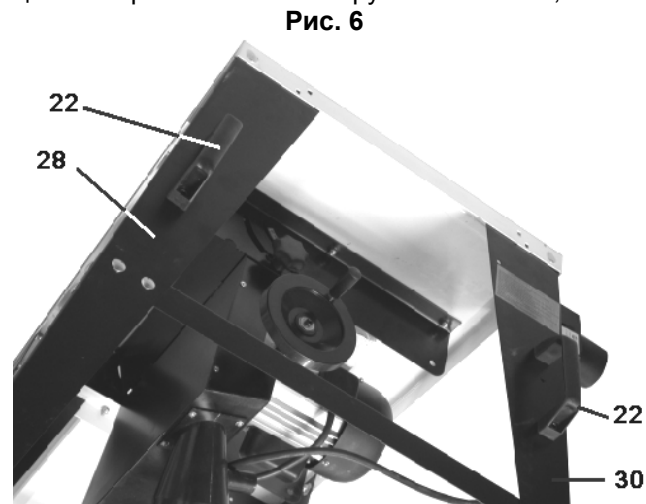

Рис. 6
8.1.13. Установите две ручки для перемещения пилы (22) на ножки (28 и 30) подающей части рабочего стола (18), с помощью четырех болтов М8 с круглой головкой, шайб и гаек, Рис.6.